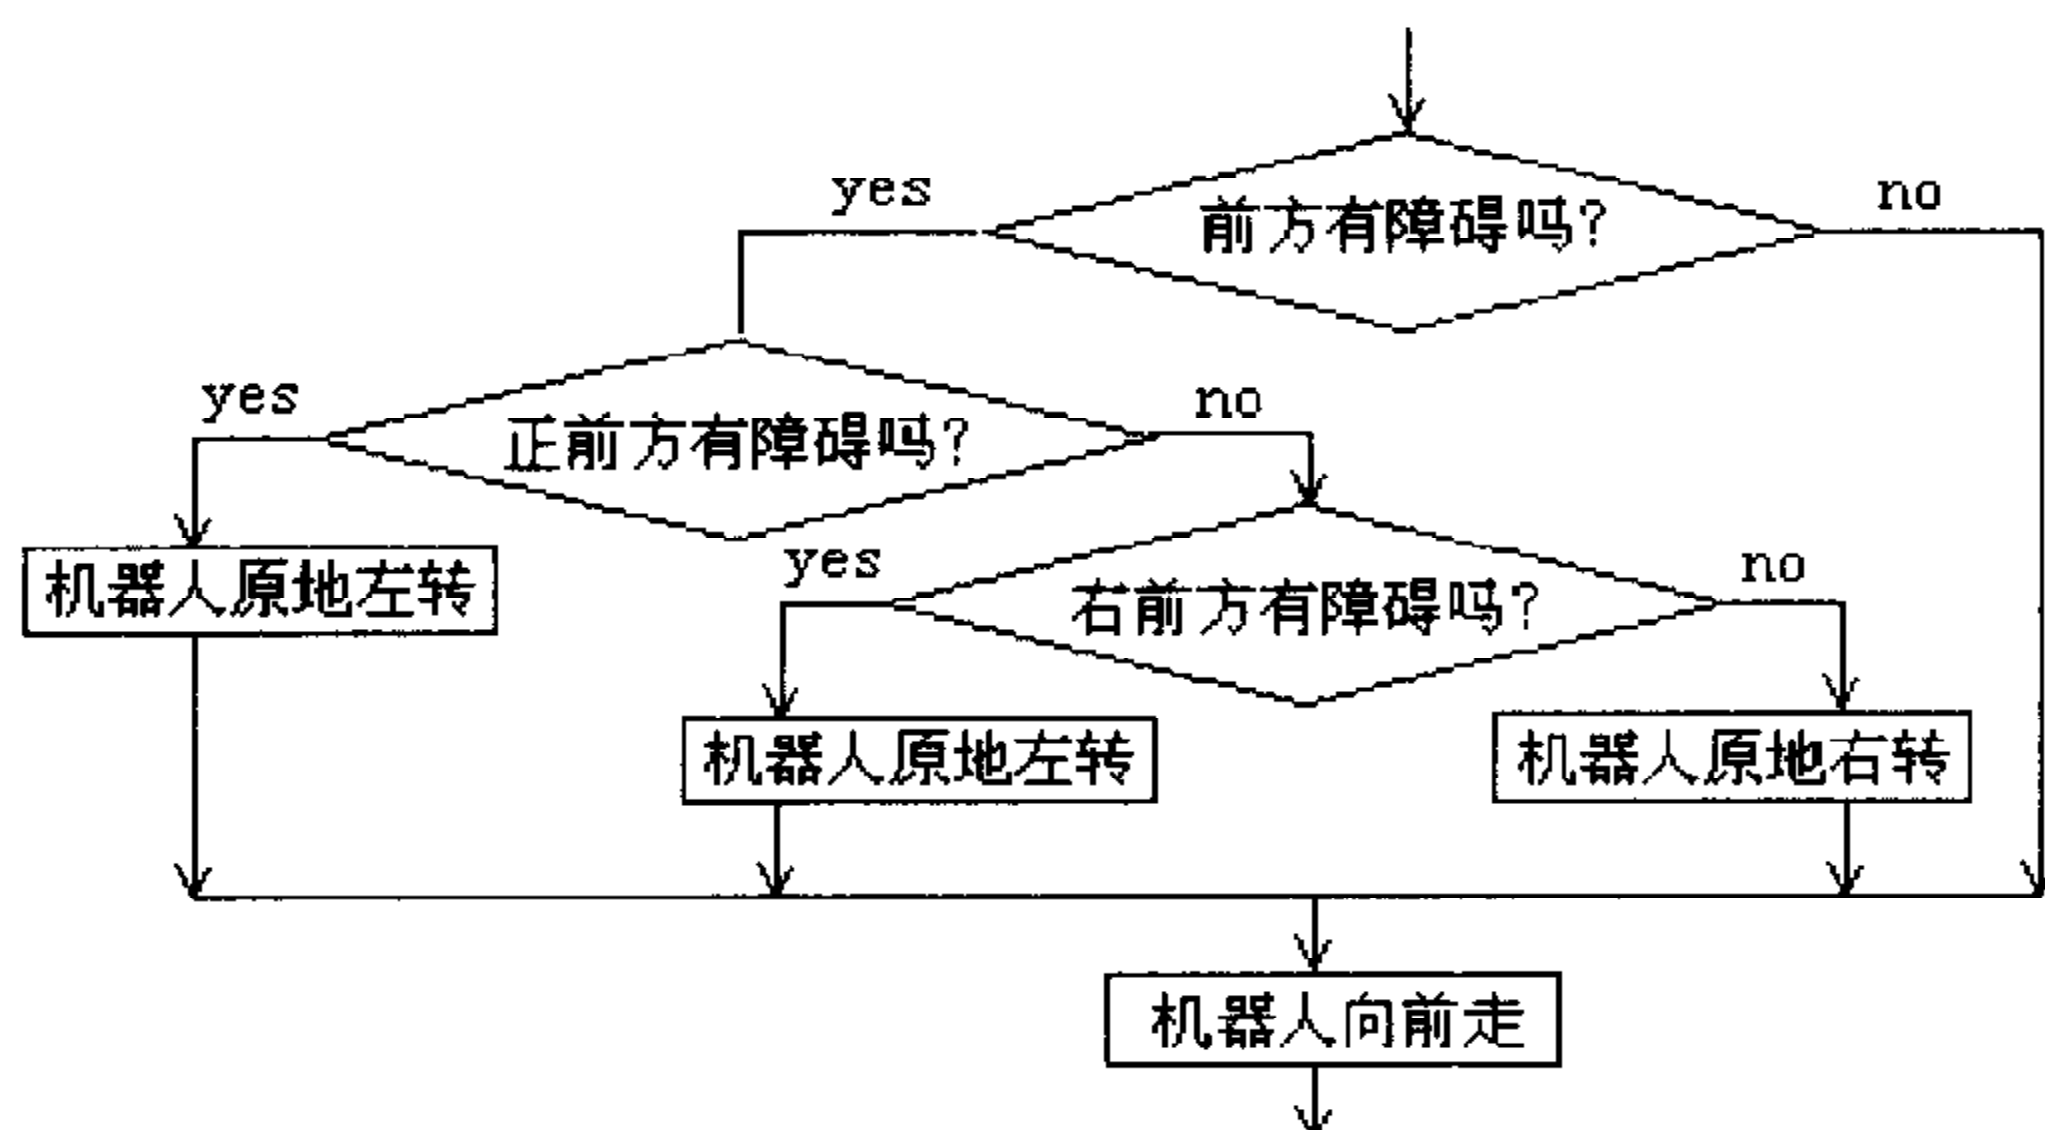

图 3.13 避障程序部分流程图
(1) 看懂机器人避障程序的部分流程图，如图 3.13 所示。编写避障程序。